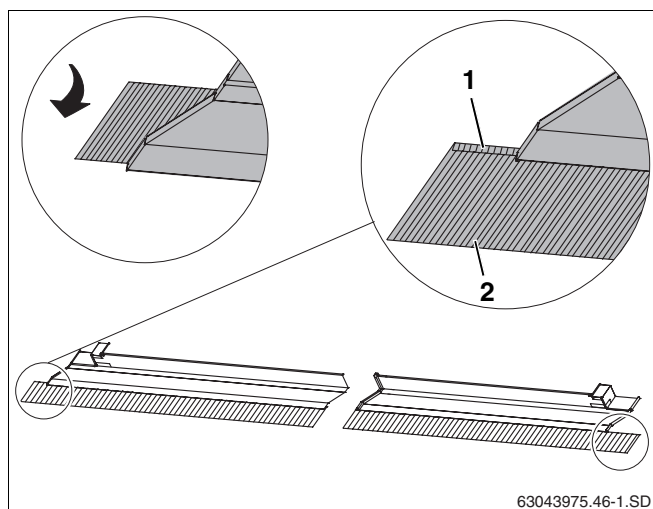

Fig. 42 Spostamento delle converse
- Piegare in avanti le converse dei profili d'integrazione (fig. 42, **pos. 2**).
- Piegare verso l'alto ed in avanti le estremità dei profili d'integrazione più esterni (fig. 42, **pos. 1**).